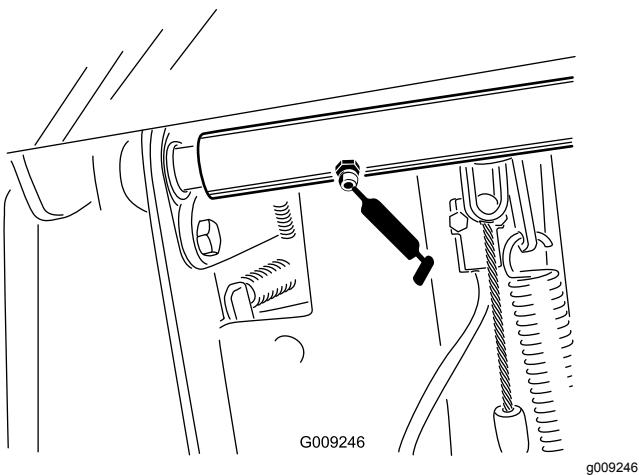

Figura 75
- Cojinetes del eje de pivot del pedal de freno (2) (Figura 75)